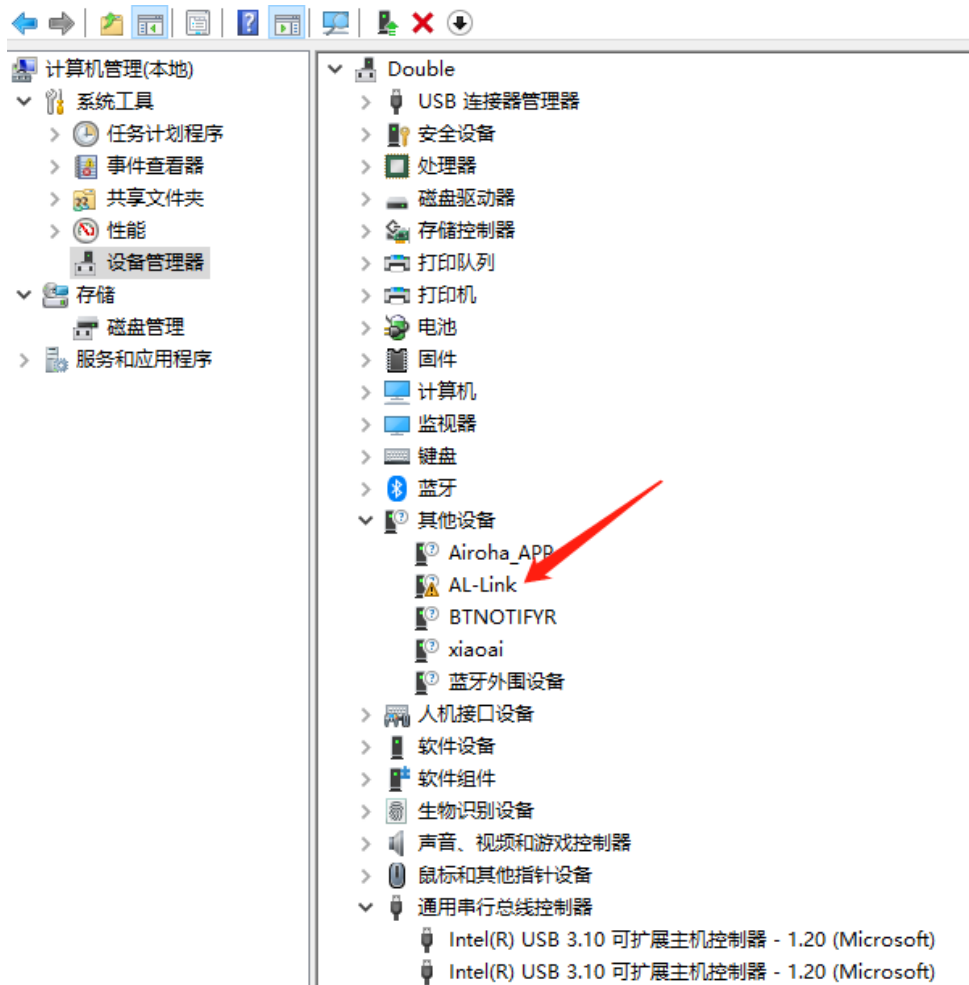
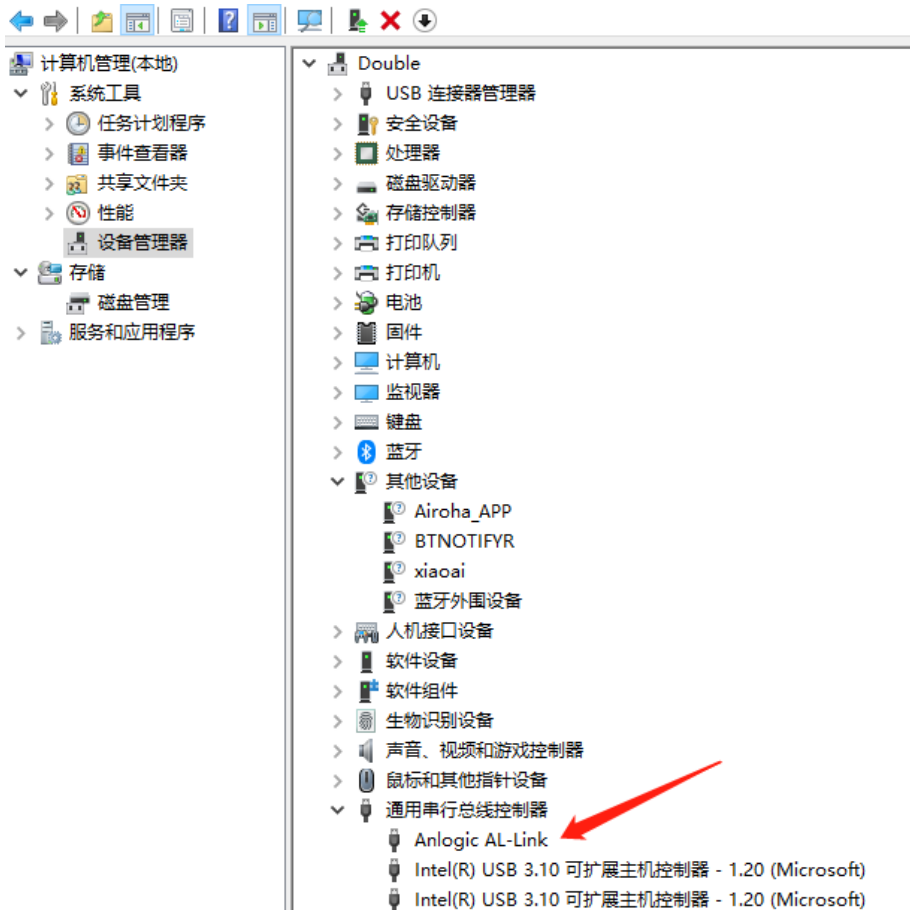

图 2-1 计算机首次连接在线下载器
图 2-2 驱动安装完成
- 1, 计算机首次用 USB Type-B 数据线连接下载器，在计算机设备管理器的其它设备中可显示“AL-LINK”设备，如图 2-1 所示。对比驱动安装完成，设备显示如图 2-2 所示。
- 4, 点击 “下一步”, 提示如图 2-5 所示框图, 说明驱动安装成功, 设备管理器设备如图 2-2 所示。